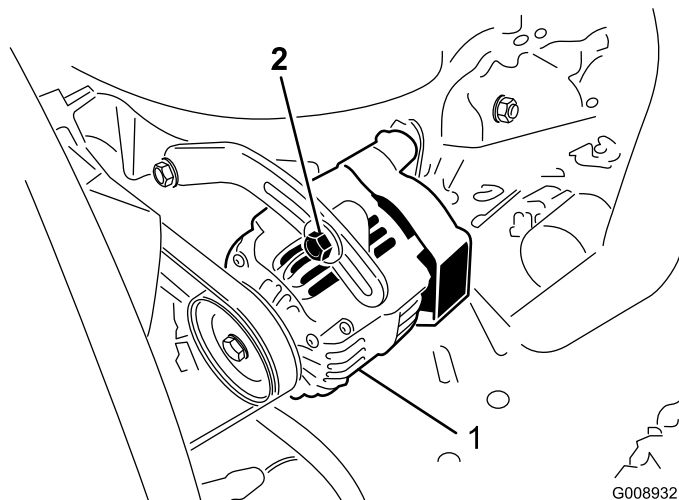

Figura 77
Compruebe la condición y la tensión de las correas (Figura 77) cada 100 horas de operación.
2. Si la desviación no es de 10 mm (3/8 pulgadas), afloje los pernos de montaje del alternador (Figura 77). Aumente o reduzca la tensión de la correa del alternador y apriete los pernos. Verifique de nuevo la desviación de la correa para asegurarse de que la tensión es la correcta.